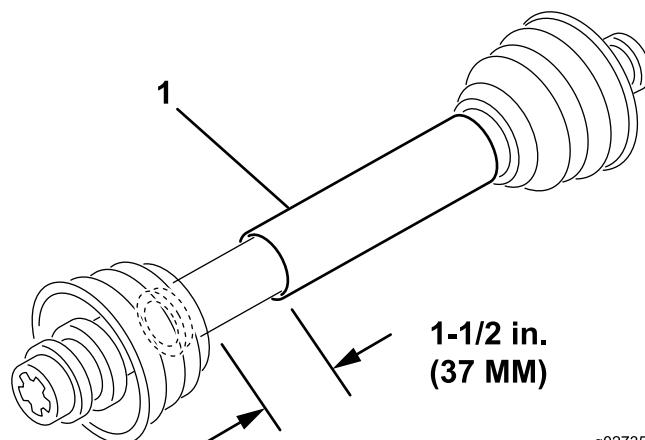

Figure 4
- À la longueur la plus courte, il doit rester une distance de rétraction possible d'au moins 37 mm entre les 2 moitiés de l'arbre de PDF (Figure 4).